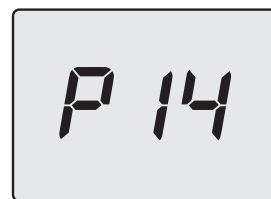

Figura 5.36
- Scorrere i vari parametri utilizzando i tasti 13 (indietro) o 15 (avanti) fino a far apparire sul display LCD le lettere **P14** che si alternano con il valore del parametro (Figura 5.36).